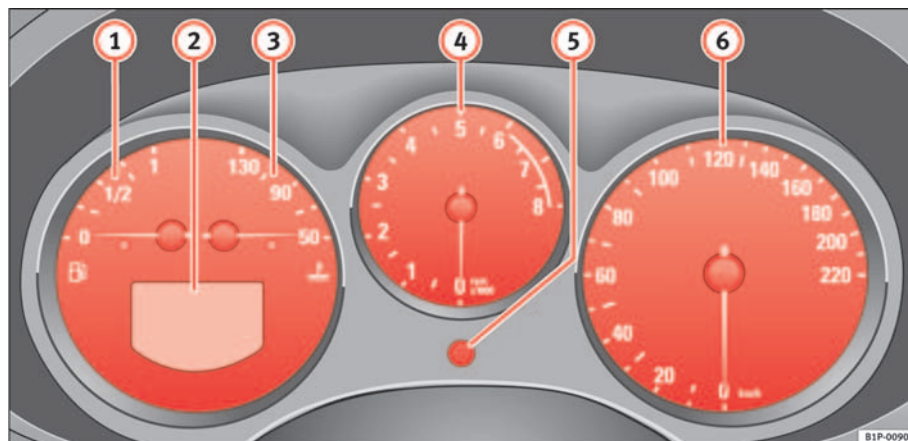

Fig. 33 Pormenor do painel de bordo: painel de instrumentos
O início da zona vermelha na escala de rotações ⇒ página 58, fig. 33  indica o regime máximo das rotações à temperatura normal de serviço. Recomenda-se que antes de alcançar esta zona seja engrenada a velocidade imediatamente superior ou que seja colocada a alavanca selectora na posição D ou ainda que se desacelere o motor.
- Para acertar as horas, rodar o botão do acerto ⇒ página 58, fig. 33  até ao batente, para a esquerda. Com uma rotação única e rápida para a esquerda, avança-se uma hora.
O contador da direita regista os trajectos parciais. A última posição indica troços de 100 m. O contador para percursos curtos pode ser colocado a zero pressionando o botão de reposição a zero ⇒ página 58, fig. 33 ⑥.